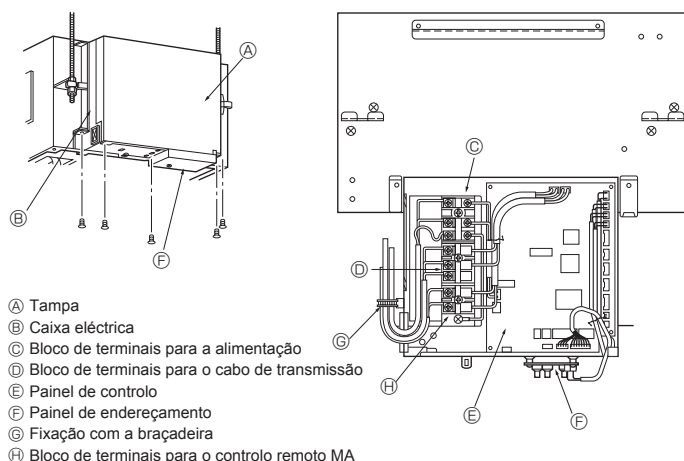

Fig. 4-1
- ① Painel do tecto
- ② Máx. 60 cm
- ③ Posição da saída de drenagem
- ④ Tornar o mais curto possível (Máx. 15 cm).
- ⑤ Inclinação descendente (1/100 ou mais)
- ⑥ Tornar o maior possível (Mín. 10 cm).
- ⑦ Secção vertical do tubo de drenagem
- ⑧ Tornar o mais pequeno possível.
4.1. Cablagem eléctrica (Fig. 4-1)